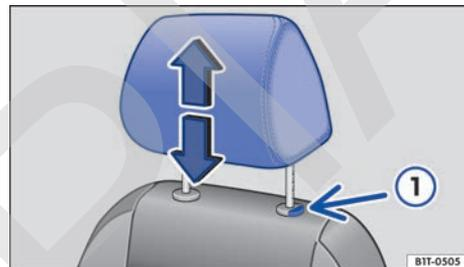

Fig. 40 Ajustar el apoyacabezas.
- Desplace el apoyacabezas en el sentido de una de las flechas: o bien hacia arriba, o bien hacia abajo a la vez que presiona la tecla → fig. 40 ① → ▲.